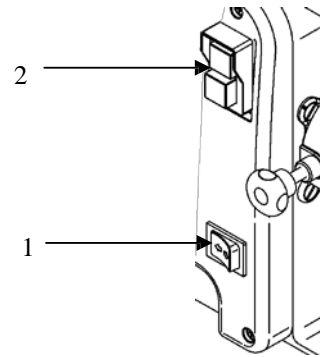

РИС. 8 - Положення елементів керування
3. Помістіть продукт у воронку (8), а потім увімкніть машину за допомогою кнопки "I" (поз. 2 - рис. 8);
4. Підніміть штовхач (7) і помістіть продукт у контейнер; Використовуйте штовхач лише для розміщення продукту в горловину, не докладаючи зусиль;
6. Після завершення різання зупиніть машину, натиснувши кнопку "0" (див. Рис. 8), а потім зніміть і обережно очистіть горловину та всі її компоненти (див. Рис. 1).
7. У випадку застрягання або труднощів при подрібненні - вимкніть машину і натисніть з перервами кнопку "I" зворотнього ходу (поз. 1 на рис. 8); Потім запустіть машину за допомогою кнопки «I» запуск (поз. 2 на рис. 8).
5. Увімкніть машину за допомогою кнопки «I» (поз. 2 - РИС. 8);
6. В кінці обробки зупиніть машину, натиснувши кнопку "0" (див. Рис. 8), а потім зніміть і обережно очистіть горловину та всі її компоненти (див. пар. 6.2).
7. У випадку застрягання або блокування валіка - вимкніть машину і натисніть з перервами кнопку "I" зворотнього ходу (поз. 1 на рис. 8); Потім запустіть машину за допомогою кнопки «I» запуск (поз. 2 на рис. 8).
- 1 натиснути кнопку включення «I» (поз. 2 - РИС. 8) і кнопку зупинки «0» (поз. 2 - РИС. 8);
- 2 перевірити, чи змінюється напрямок обертання валика терки при натисканні кнопки зміни напрямку ходу (поз. 1 - РИС. 8).